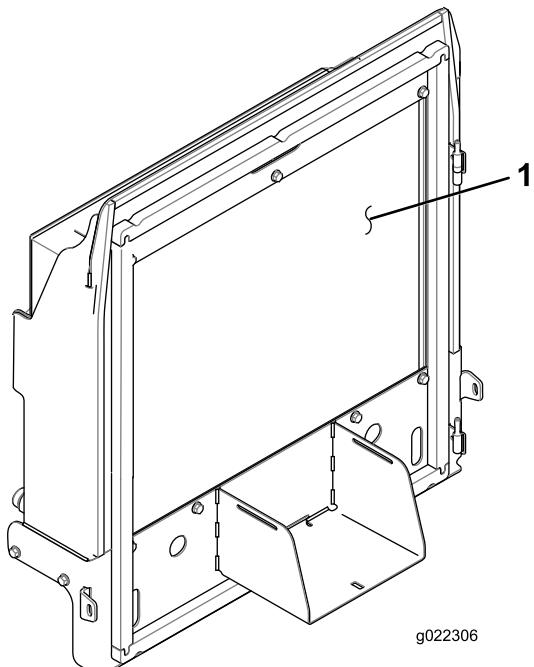

Figura 70
4. Limpe bem ambos os lados do radiador e do dispositivo de arrefecimento de óleo (Figura 70) com ar comprimido.